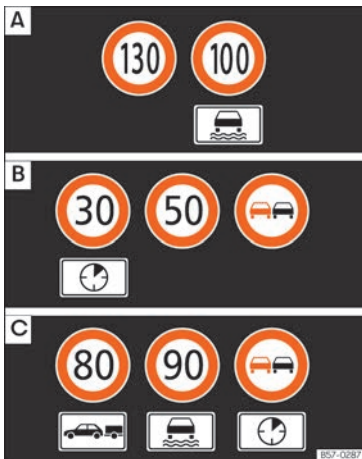

Abb. 61 Am Bildschirm des Kombi-Instruments: Beispiele für erkannte Geschwindigkeitsbeschränkungen oder Überholverbote mit den entsprechenden Zusatzzeichen.
Die vom System erkannten Verkehrszeichen werden am Bildschirm des Kombi-Instruments »» **Abb. 61** und je nach installiertem Navigationssystem auch im Infotainment-System »» Seite 87 angezeigt.
Bei eingeschalteter Verkehrszeichenerkennung erfasst das Fahrzeug die vor ihm befindlichen Verkehrszeichen über eine Kamera an der Basis des Innenspiegels. Nach Überprüfung und Auswertung der Informationen der Kamera, des Navigationssystems sowie der aktuellen Fahrzeugdaten werden bis zu drei aktuelle Verkehrszeichen **» Abb. 61 [B]** mit den entsprechenden Zusatzinformationen angezeigt.
- **Erste Stelle:** Das für den Fahrer gegenwärtig gültige Verkehrszeichen wird auf dem Display links angezeigt. Zum Beispiel die Geschwindigkeitsbegrenzung **130 km/h (100 mph)** **»» Abb. 61 [A]**.
- **Dritte Stelle:** An dritter Stelle steht ein Zeichen, das nur beschränkt gültig ist, zum Beispiel ein Überholverbot für einen bestimmten Zeitraum **»» Abb. 61 [C]**.